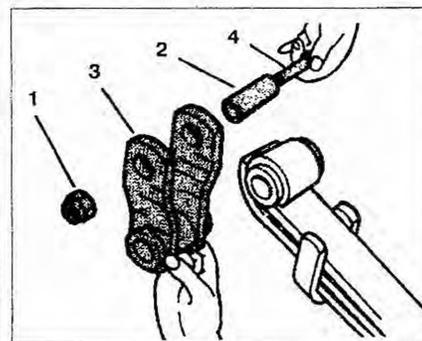

Рис. 5.28. Снимите рессору. Открутите гайку 1 на серьге и снимите болт 4. Снимите серьгу 3 и втулку 2. Проверьте втулку и, если необходимо, замените ее.
8. Снимите рессору. Открутите гайку 1 на серьге и снимите болт 4 (рис. 5.28). Снимите серьгу 3 и втулку 2. Проверьте втулку и, если необходимо, замените ее.